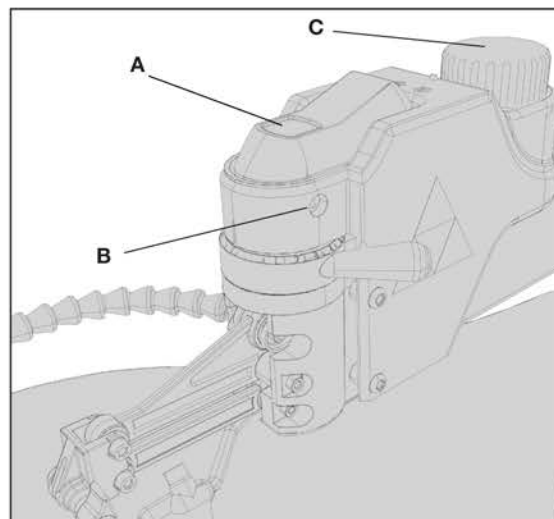

FIG. 6
Pour mettre la scie à découper en marche, appuyer sur l'avant de l'interrupteur (A) fig. 6. La scie se verrouille automatiquement en position de marche. Pour arrêter l'outil, appuyer sur l'arrière de l'interrupteur (A). L'interrupteur comporte un trou (B) afin d'y insérer un cadenas pour verrouiller la scie en position d'arrêt (fig. 6).
**IMPORTANT :** Lorsque la machine n'est pas utilisée, l'interrupteur doit être verrouillé en position de « OFF » (ARRÊT). pour empêcher toute utilisation non autorisée en utilisant un cadenas avec une boucle de 4,76 mm (3/16 po) dispositif d'accrochage de diamètre par du trou (B) fig. 6.
La scie à découper est munie d'un régulateur de vitesse (de 400 à 1 750 courses à la minute). Pour actionner le mécanisme, faire tourner le régulateur de vitesse (C) fig. 6 lorsque la scie fonctionne.